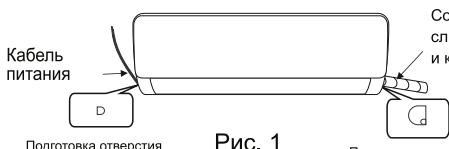
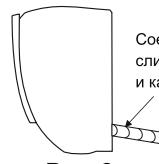

Рис. 1
Рис. 2
- В зависимости от положения кондиционера трубопровод может быть проложен слева или справа (рис. 1) или вертикально сзади (рис. 2) (в зависимости от длины трубопровода внутреннего блока). В случае прокладки трассы в боковом направлении, удалите с корпуса необходимое выходное отверстие.